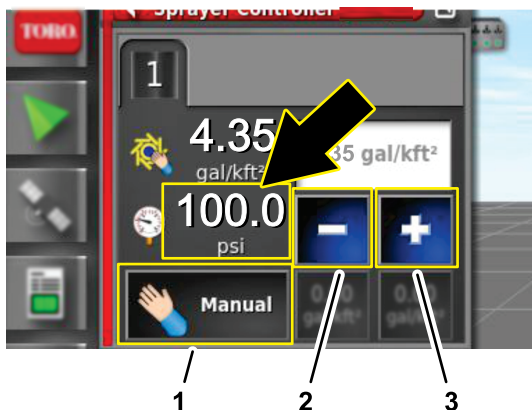

Figura 242
- Na caixa de diálogo do controlador da taxa de pulverização, pressione o ícone MODO DE CONTROLO DA TAXA até surgir o modo manual (Figura 242).
de pulverização (Figura 242) para 6,9 kPa (100 psi).